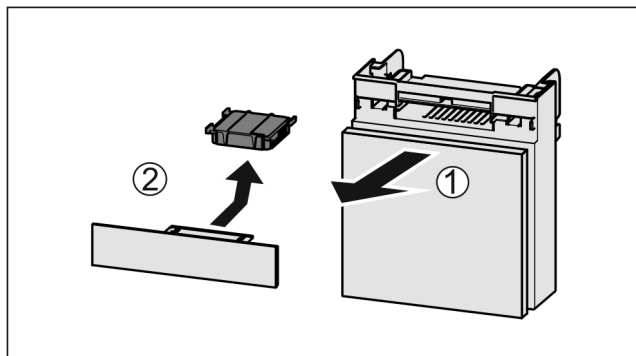

Fig. 140
- ▶ Потягніть Fig. 140 (1) відділення вперед.
- ▶ Витягнути Fig. 140 (2) фільтр з активованого вугілля.